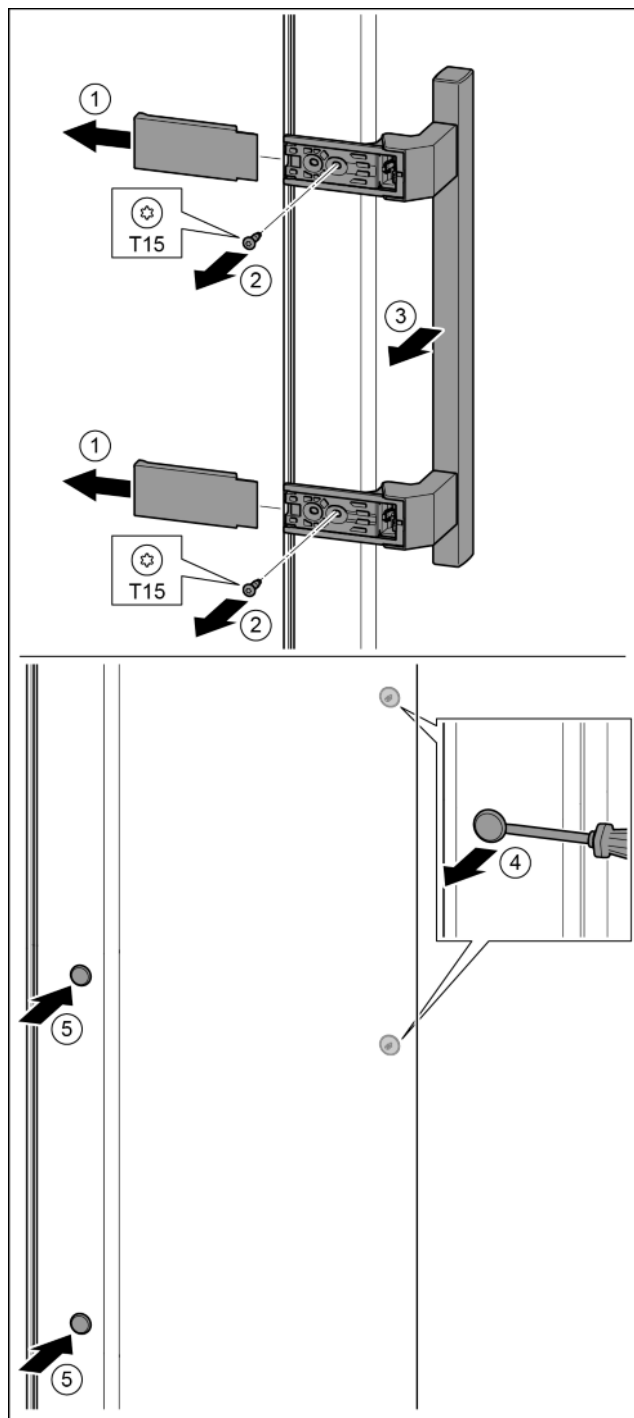

Fig. 21
- ▶ Снять крышку. Fig. 21 (1)
- ▶ Выкрутить винты отверткой T15. Fig. 21 (2)
- ▶ Снять ручку. Fig. 21 (3)
- ▶ Осторожно приподнять шлицевой отверткой боковые заглушки и вынуть их. Fig. 21 (4)
- ▶ Заглушки снова вставить с другой стороны. Fig. 21 (5)